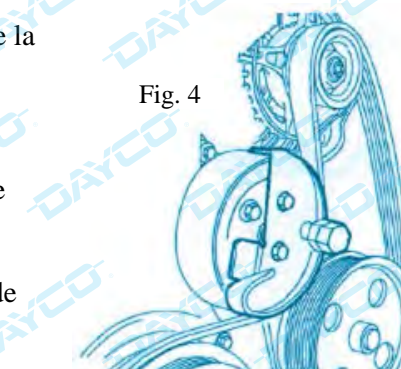

Fig. 4
- Con una segunda llave, siga girando el utensilio auxiliar en el sentido de las agujas del reloj, hasta que la correa no haya sido instalada (Fig. 4).